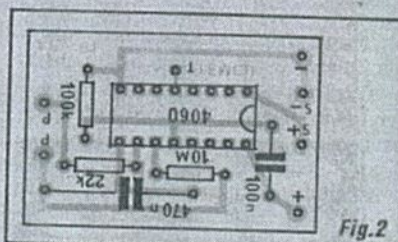

Fig.2
- FIG. 2 - LAY OUT CIRCUITO IMPRESSO ESPECÍFICO - Conforme "promete" o "nariz de cera" da presente matéria, af no começo, a plaquinha não ultrapassa as dimensões maiores de uma caixinha de fósforos, num arranjo compacto, simples, descongestionado mesmo em suas trilhas e ilhas cobreadas, conforme se vê da figura (que está em tamanho natural, escala 1:1...). Com um mínimo de atenção e capricho, não será difícil